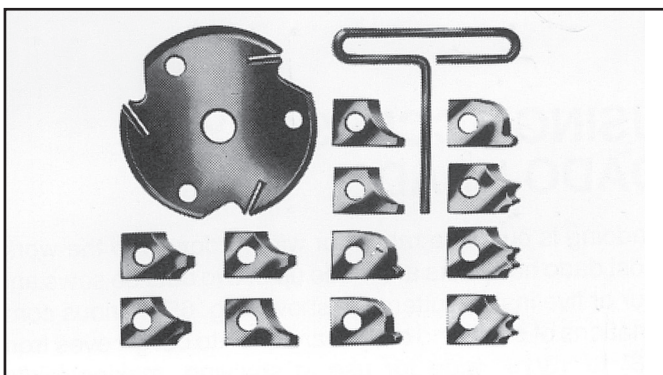

FIG. 71
La fraise à moulurer comprend une fraise à moulurer sur laquelle s'assemblent diverses formes de couteaux en acier (fig. 71). Chacun des trois couteaux d'un ensemble s'insère dans une fente de la fraise et se fixe solidement à l'aide d'une vis. Retirer la sciure qui pourrait s'accumuler dans les rainures du couteau et empêcher celui-ci de bien s'asseoir.
3. Installer la planche de repère au-dessus de la fraise avec celle-ci sous le niveau de la table. Démarrer la scie et lever la fraise. Elle effectuera sa propre rainure dans la planche de repère. La fig. 71 montre une opération courante de coupe à la fraise.